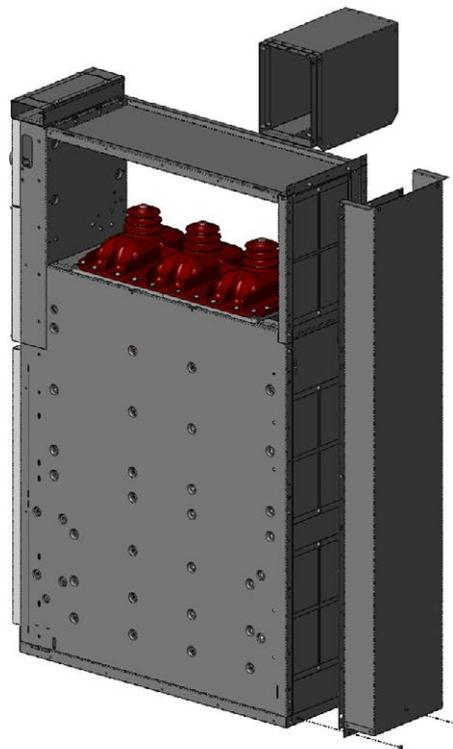

Figura 75. Ulteriori viti per la piastra inferiore
- c) Avvitare altre 3 viti (Torx M6x12) alla piastra inferiore come mostra la figura 75.